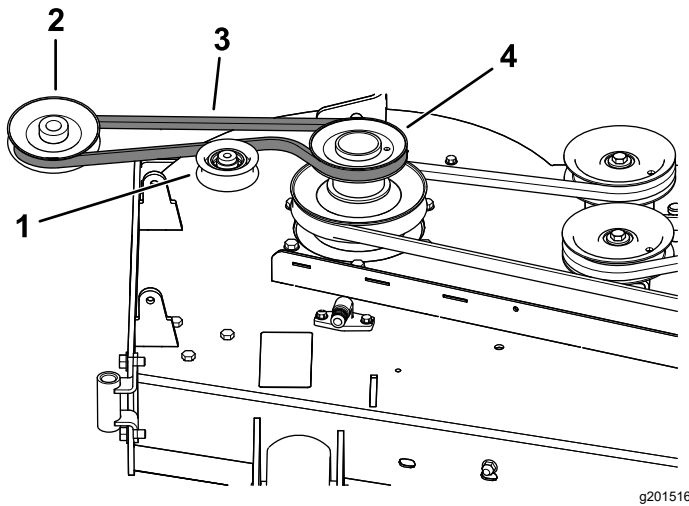

Figure 25
1. Si nécessaire, installez la courroie sur la poulie de ventilateur (Figure 25).
1. Chaussez la courroie sur la poulie de ventilateur (Figure 25 et Figure 26) ; voir 11 Montage du ventilateur (page 17).
4. Acheminez la courroie autour de la poulie d'entraînement, comme illustré à la Figure 25 et la Figure 26.